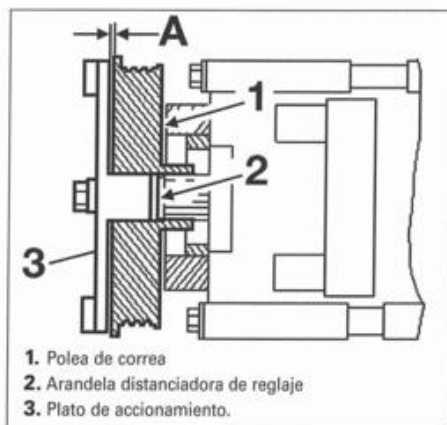

FIG. 18
- Comprobar el entrehierro en (A) entre el plato de arrastre y la pulea, con intervalos de 60 grados en toda la circunferencia (fig. 18) (ver valores en las "Características").
- la tuerca central del plato (3) de arrastre si hay reglaje.
- el plato central (3) y colocar un distanciador (2) de espesor adaptada.